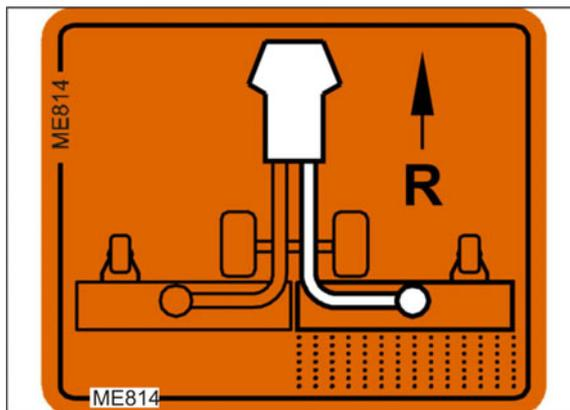

Fig. 215
4. Déplacer et arrêter le levier vers la gauche (Fig. 215/2) :